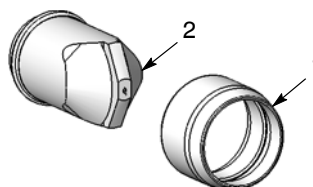

Figura 21 Duza și piulița de fixare
2. A se vedea Figura 21. Deșurubați duza (2) din piulița de fixare (1).